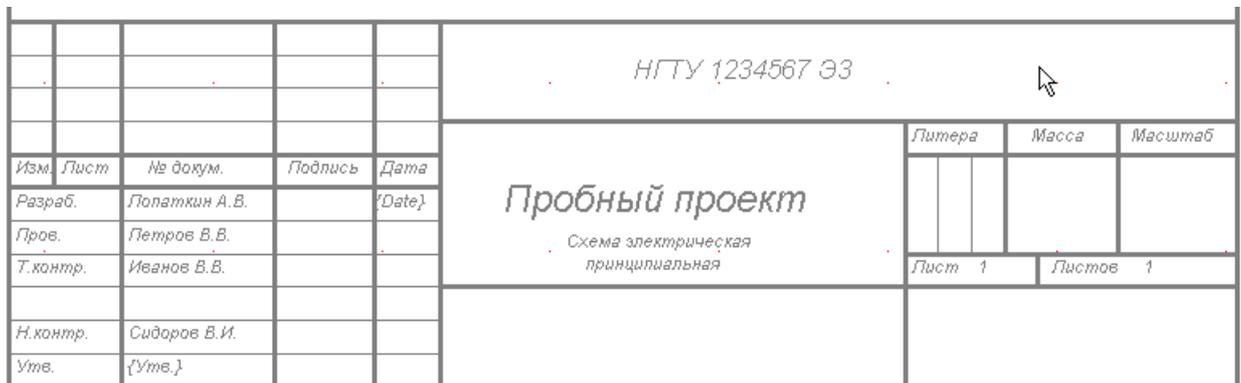

Рис. 4-16. Вариант заполнения углового штампа форматки
2) Используя кнопку **Properties**, установите необходимые значения нужных полей. Для примера можно использовать рис. 4-16.